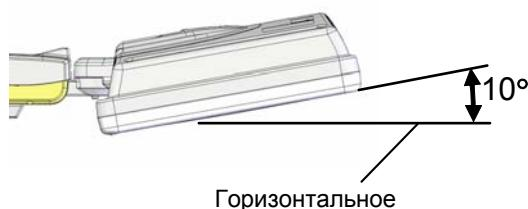
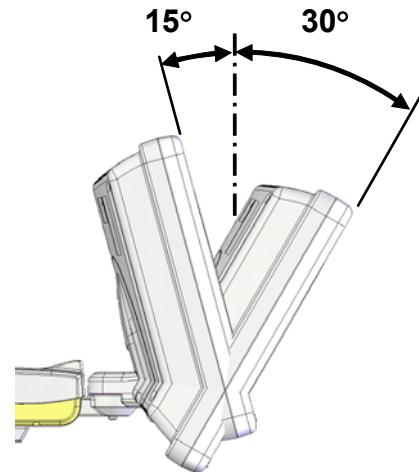
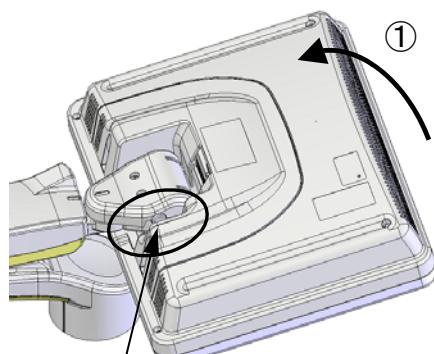

Рис. 4.3-1 Настройка перемещения
Рис. 4.3-2 Настройка позиции
Рис. 4.3-3
У ЖКД монитора имеются настройка перемещения (рис. 4.3-1) и настройка позиции (рис. 4.3-2), которые управляются активаций или блокировкой функции наклона.
① Переместите ЖКД монитор в самую верхнюю позицию (15°). (Рис. 4.3-3) (См. рис. 4.3-2)
(Как подтвердить) Убедитесь, что блок блокируется при 30° при полном наклоне ЖКД монитора вперед. (См. рис. 4.3-2)